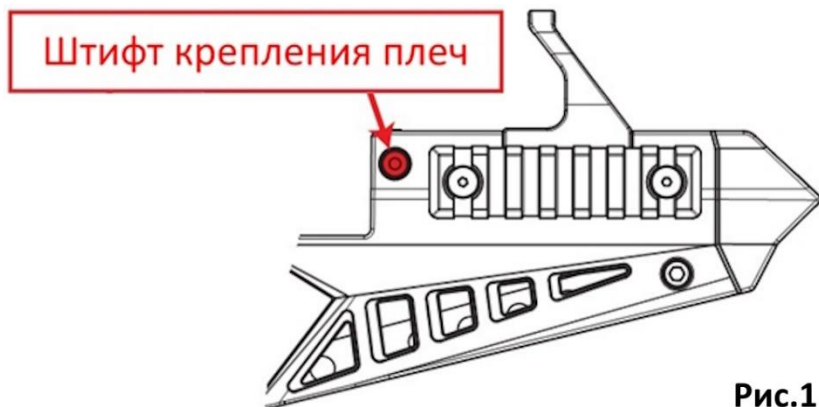
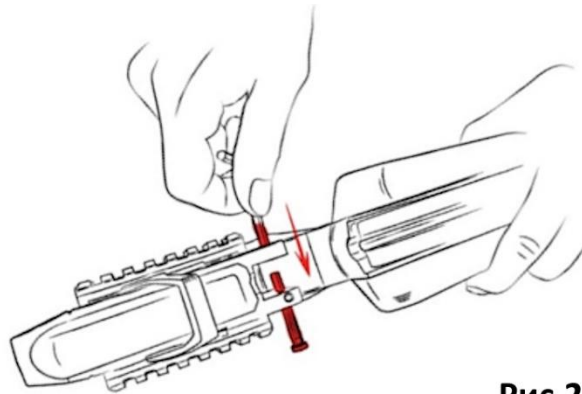

Рис.1
Рис.2
1. Найдите штифт крепления плеч в правой части корпуса арбалета (Рис.1). Используя ключ-шестигранник (или стрелу) из комплектации, надавите на штифт крепления плеч, так чтобы его противоположный конец немного вышел с другой стороны. Далее выдвигайте штифт до момента его остановки (Рис.2).